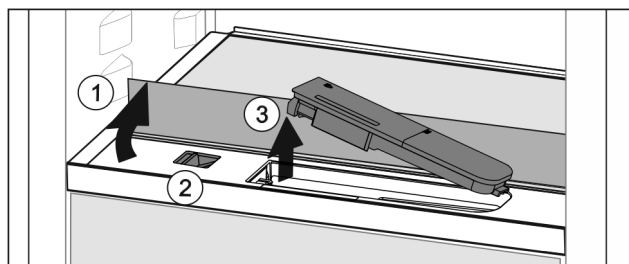

Fig. 46
- ▶ Skleněnou desku nadzvedněte a zaklapněte dozadu až na doraz Fig. 46 (1).
- ▶ Posuvník Fig. 46 (2) posuňte doleva.
- ▶ Vyjměte nádržku na vodu Fig. 46 (3).